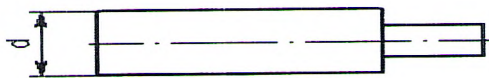

рис. 1
2. Схематично изобразить основные параметры шлицевого соединения (рис. 1).
Штангенциркули предназначены для измерения наружных и внутренних размеров (рис. 1). Выпускают четыре варианта штангенциркулей: ШЦ-I (с двусторонним расположением губок); ШЦТ-I (без губок для внутренних измерений, губки для наружных измерений выполнены из твердого сплава); ШЦ-II и ШЦ-III. Наибольшее распространение получили штангенциркули ШЦ-I и ШЦ-II.
Рисунок 1 – Штангенциркуль: 1 – штанга; 2 – губки для измерений (наружных и внутренних); 3 – рамка; 4 – винт для фиксации рамки; 5 – нониус; 6 – линейка глубиномера; 7 – устройство для точного перемещения рамки;
2. По чертежу (рис. 1), на котором указаны номинальные размеры и допуски ступеней валика, с помощью таблицы допусков и посадок, находим предельные размеры ступеней валика.